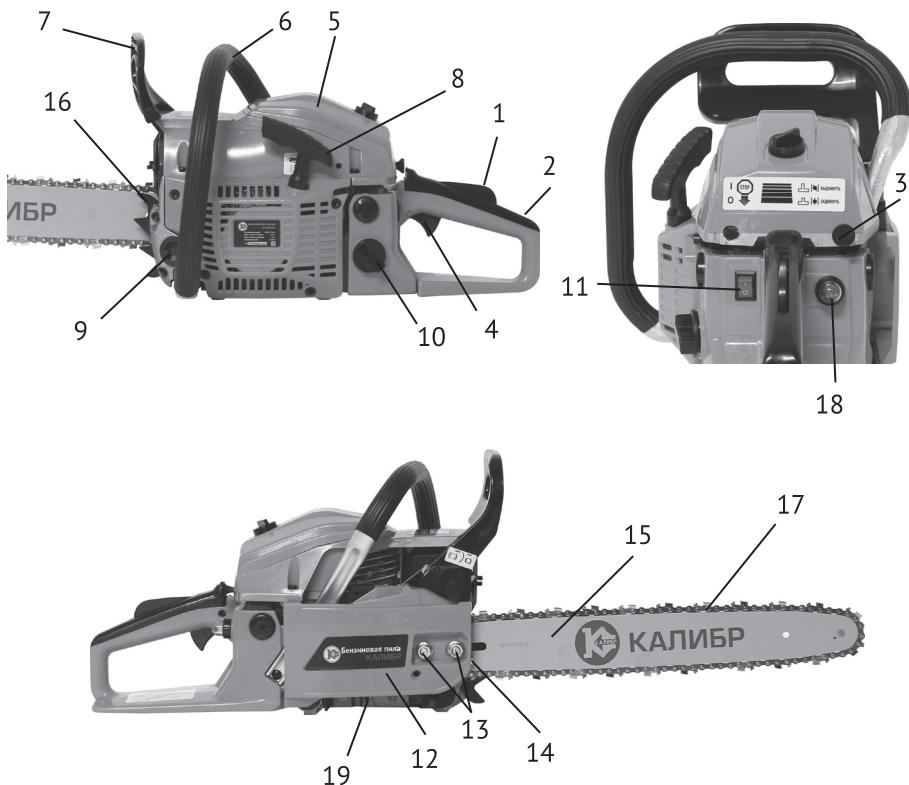

рис.1
Бензопила – инструмент, использующий в качестве привода одноцилиндровый двухтактный бензиновый двигатель внутреннего сгорания. Рабочим органом пилы является пильный аппарат, состоящий из бесконечной (замкнутой) пильной цепи (рис.1 поз.17), бегущей по шине (рис.1 поз.15).
Двигатель работает на топливе из смеси неэтилированного бензина с октановым числом не менее 92 и специального масла для 2-тактных двигателей. Он оснашён мембранным карбюратором и электронной системой зажигания. Для запуска двигателя служит ручной стартёр (рис.1 поз.8) и ручной насос (праймер, рис.1 поз.18) для предварительной подкачки топлива в карбюратор.
Ведущая звёздочка приводится в движение автоматической муфтой сцепления. На холостых оборотах зацепление не происходит, и пильная цепь не движется. Увеличиваем обороты двигателя до рабочих нажатием на рычаг управления дросселем (рис.1 поз.4). При этом колодки муфты сцепления расходятся и входят в зацепление с барабаном. Вращение начинает передаваться на приводную звёздочку пильной цепи. После отключения рычага управления дросселем, обороты двигателя снижаются до холостого хода (около 2900 об/мин), цепь автоматически останавливается. Остановка цепи также осуществляется механическим тормозом двойного действия: вручную, нажав левой рукой на щиток тормоза (рис.1 поз.7) от себя, или при срабатывании автоматического инерционного привода (при отскоке, защемлении цепи).
Две рукоятки пилы – передняя (рис.1 поз.6) и задняя (рис.1 поз.2) оснащены устройством виброгашения.
2.4 Общий вид бензопилы представлен на рис.1
### 2.5.1 Установка зубчатого упора (рис.1 поз.16)
Перед монтажом зубчатого упора убедитесь, что переключатель зажигания (рис.1 поз.11) находится в положении «0» - выключено.
- открутите с помощью комбинированного ключа гайки (рис.1 поз.13) крепления шины и снимите тормоз цепи в сборе;
- Ослабьте с помощью комбинированного ключа и снимите с пилы гайки (рис.1 поз.13)
- При снятом тормозе цепи, установите шину (рис.1 поз.15) на крепёжные шпильки в крайнее заднее положение.
- Пильную цепь (рис.1 поз.17) наденьте на ведущую звёздочку, расположенную за барабаном сцепления. Уложите верхнюю часть цепи в паз шины, пропустите цепь между зубцами ведомой звёздочки на переднем конце шины. Потяните шину вперёд так, чтобы нижняя часть цепи «села» в паз шины. Проверьте, чтобы направление зуба цепи совпадало с направлением, указанном на корпусе. Убедитесь, что тормоз цепи находится в выключенном положении.
- Удерживая шину с цепью, установите тормоз цепи на крепёжные шпильки, так чтобы сухарь винта натяжителя цепи (рис.1 поз.14) попал в регулировочное отверстие хвостовика шины.
- Затяните гайками (рис.1 поз.13) шину и тормоз цепи вручную.
**Внимание!** Перед регулировкой натяжения цепи убедитесь, что гайки крепления шины (рис.1 поз.13) немножко ослаблены.
Регулировка натяжения цепи производится винтом (рис.1 поз.14) при ослабленных гайках крепления шины:
- отверните пробку маслобака (рис.1 поз.9);
Расход масла для смазки цепи регулируется винтом (рис.1 поз.19). При повороте винта по часовой стрелке расход масла уменьшается, при повороте против часовой стрелки – увеличивается (символы MAX и MIN на корпусе).
- установите переключатель зажигания (рис.1 поз.11) в положение «I» - включено;
- несколько раз медленно нажмите на колпачок праймера (рис.1 поз.18) для подкачки топлива, пока смесь не заполнит резиновый колпачок кнопки;
- вытяните до упора кнопку воздушной заслонки (рис.1 поз.3) из корпуса бензопилы;
- нажмите последовательно рычаг безопасности (рис.1 поз.1) и рычаг управления дросселем (рис.1 поз.4);
- правой рукой за рукоятку стартёра (рис.1 поз.8) сделайте несколько коротких рывков шнуря стартёра до первых признаков запуска двигателя (схватывание);
- при необходимости, несколько раз медленно нажмите на колпачок праймера (рис.1 поз.18) для подкачки топлива, пока смесь не заполнит резиновый колпачок кнопки;
- вытяните до упора кнопку воздушной заслонки (рис.1 поз.3) из корпуса бензопилы, затем задвиньте полностью обратно (заслонка заняла пусковое положение);
- вывернуть свечу зажигания, которая находится под крышкой (рис.1 поз.5) воздушного фильтра;